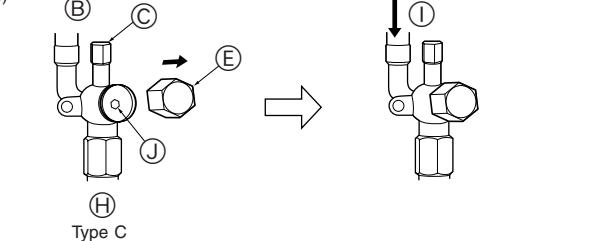

Fig. 5-8
- ① Enlever le capuchon, ramener la poignée vers soi et la tourner d'un quart de tour en sens inverse des aiguilles d'une montre pour ouvrir la vanne.
- ② Vérifier que la vanne d'arrêt est complètement ouverte, appuyer sur la poignée et tourner le capuchon pour le ramener sur sa position d'origine.
(3) Type C (Fig. 5-8)
- ① Retirez le bouchon, et tournez la tige de soupape à fond dans le sens antihoraire avec une clé hexagonale de 4 mm. Arrêtez de tourner quand elle frappe la retenue.
- ② Vérifier que la vanne d'arrêt est complètement ouverte et tourner le capuchon pour le ramener sur sa position d'origine.